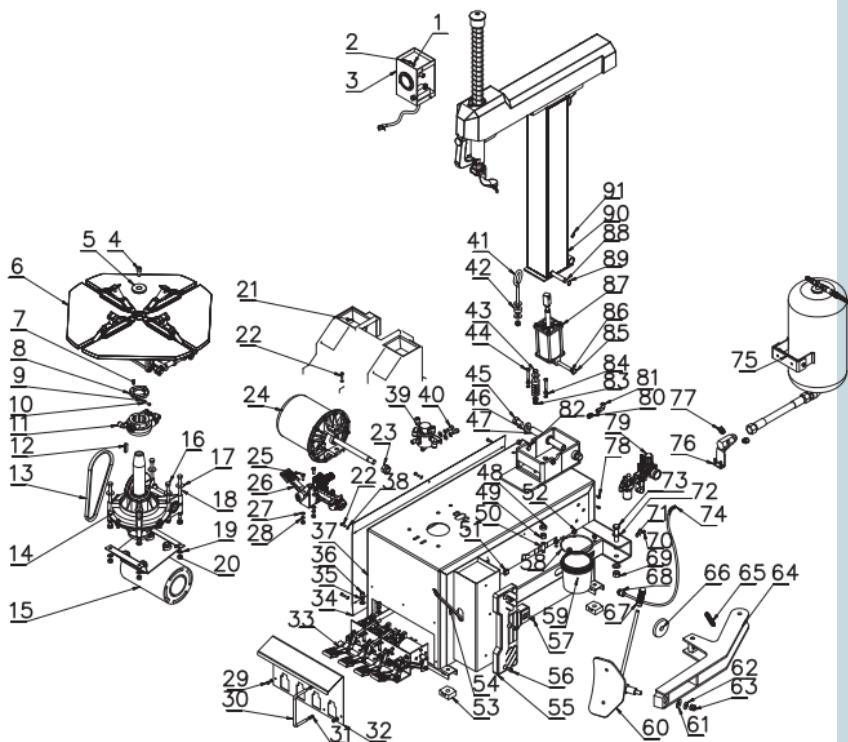

Рисунок 10 – Схема шиномонтажного стенда
- нажмите педаль накачивания (26, рис. 10) на среднюю позицию. Должен податься воздух из головки накачивания.